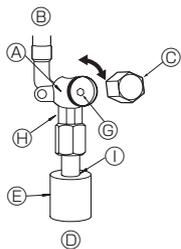

Fig. 4-5
(1) Γραμμή αερίου (Fig. 4-5)
- ① Βγάλτε το καπάκι και περιστρέψτε το στέλεχος της βαλβίδας προς τα αριστερά έως το τέρμα χρησιμοποιώντας ένα εξαγωνικό κλειδί 5 χλστ. Σταματήστε να περιστρέφετε έως ότου φτάσει στον αναστολέα. (⓪15,88: Περίπου 13 στροφές)
- ② Βεβαιωθείτε ότι η βαλβίδα διακοπής είναι εντελώς ανοιχτή, και περιστρέφοντας επαναφέρατε το καπάκι στην αρχική του θέση.